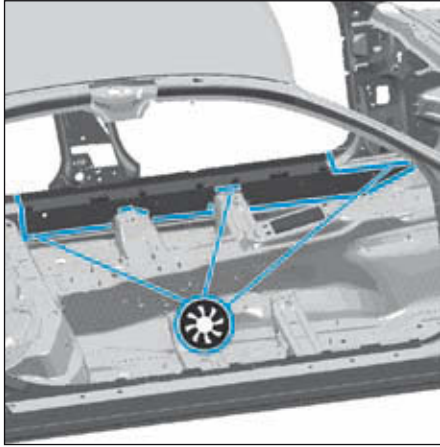
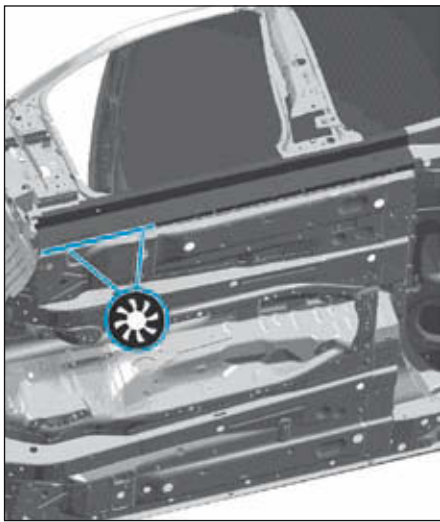
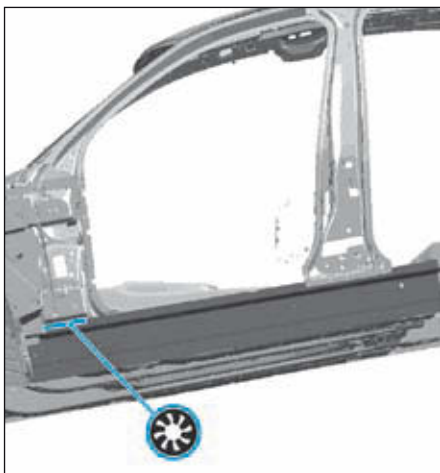

FIG.62
FIG.63
FIG.64
- Ajuster et souder comme illustré (Fig.62), (Fig.63) et (Fig.64).